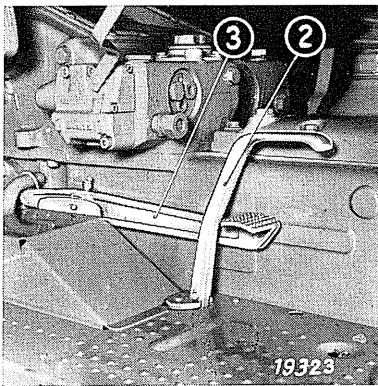

Bild 19
Die Handbremse ② der Varianten – NE – SE – NG E– SGE – ② wirkt über die Bremswelle auf die Bremstrommel der Hinterräder (Bild 19).